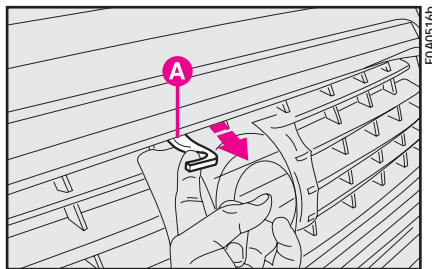

рис. 134
3) Потяните за рычаг **A** (рис. 134) в направлении, указанном стрелкой.